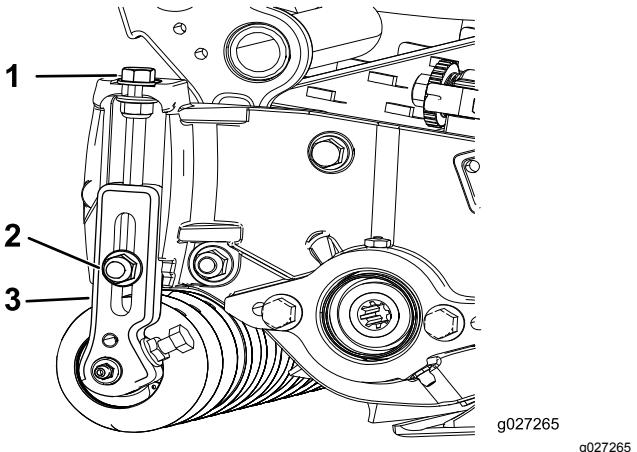

Bild 15
- Lösen Sie die Sicherungsmuttern, mit denen die Schnitthöhenhalterungen an den Seitenplatten der Schneideeinheit befestigt sind (Bild 15).